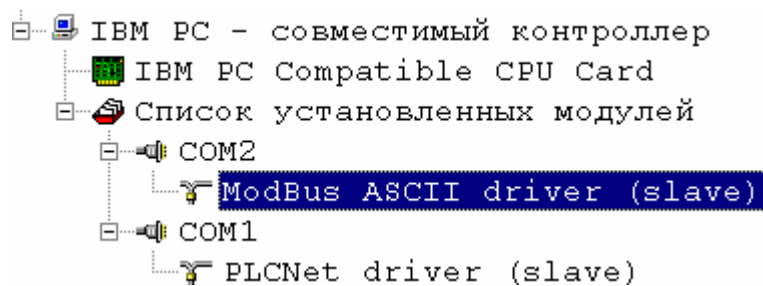

Рис.10-8. Драйвер ModBus ASCII назначен на порт COM2, драйвер PLCNet на COM1
10.6.2 Щелкните изображение дискеты на дереве проекта (рис. 10-8).